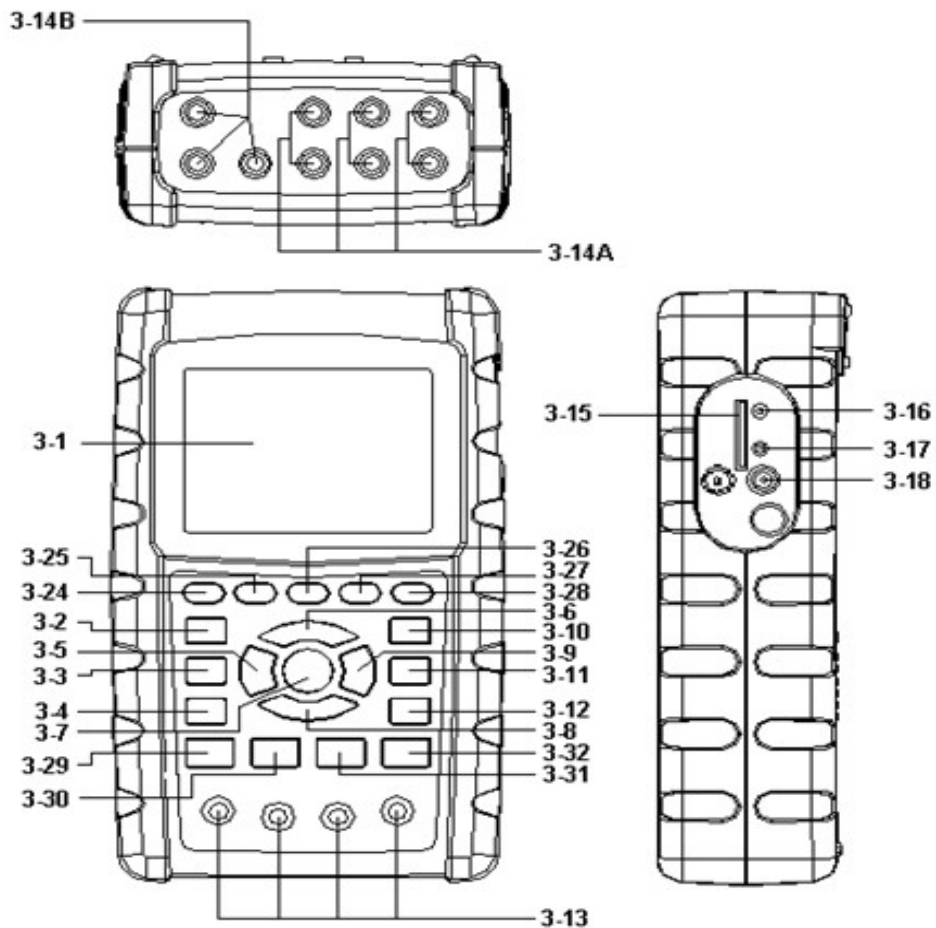

Fig. 1
- 1) POWER KEY (3-7, Fig. 1) :
- 2) 1 Φ 3 Φ (phase/wire) KEY (3-2, Fig. 1) :
- 3) A (current) RANGE KEY (3-10, Fig. 1) :
- 4) REC KEY (3-9, Fig. 1) :
- 5) HOLD KEY (3-5, Fig. 1) :
- 6) BACKLIGHT KEY (3-6, Fig. 1) :
- 7) SETUP KEY (3-12, Fig. 1) :
- 8) EXIT KEY (3-8, Fig. 1) :
- 9) SHIFT KEY (3-11, Fig. 1)
- 10) UP (▲) KEY (3-3, Fig. 1) :
- 11) DOWN (▼) KEY (3-4, Fig. 1) :
- 12) Harmonic Analysis Left Key (3-24, Fig. 1)